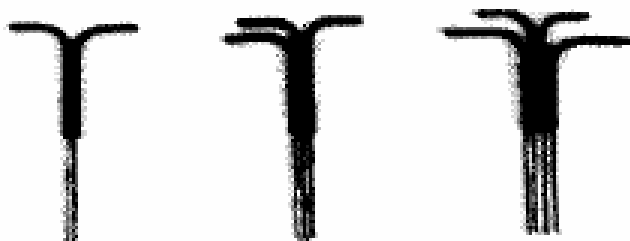

Figura 10.20
1. Remova a isolamento, aproximadamente 30 vezes o diâmetro (d) do condutor, em seguida coloque-os um ao lado do outro (**figura 10.20**).